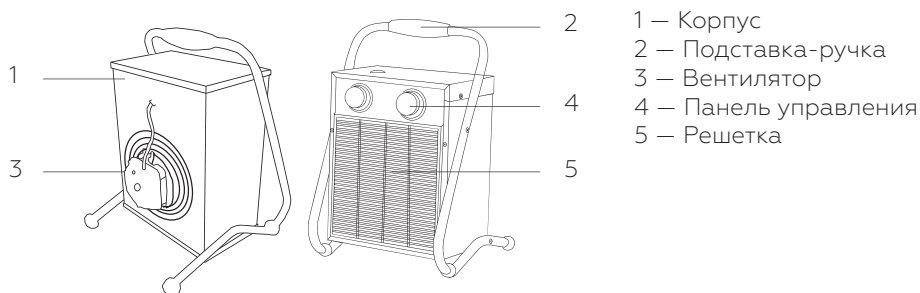

Рисунок 1
Несущая конструкция тепловой пушки (см. Рис. 1) состоит из корпуса (1) и подставки-ручки (2). Вентилятор (3) расположен в задней части устройства. Блок управления смонтирован на шасси, расположенном в верхней части корпуса под крышкой. Органы управления вынесены на панель шасси (4). Внутри корпуса расположены трубчатые электронагревательные элементы, закрытые с лицевой стороны теплового вентилятора решеткой (5). Воздушный поток, втянутый вентилятором в корпус, проходя между петлями трубчатых электронагревательных элементов, нагревается и подается в помещение через решетку.